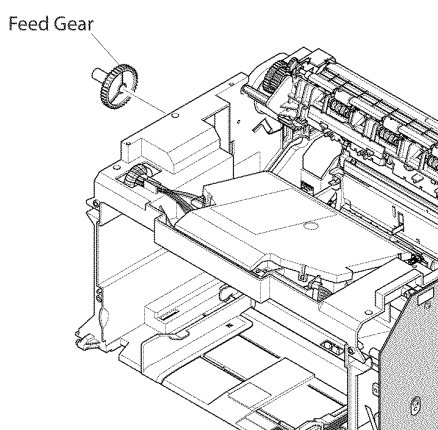

Рисунок 3
6. Если необходимо, снимите шестерню подачи, рисунок 3.